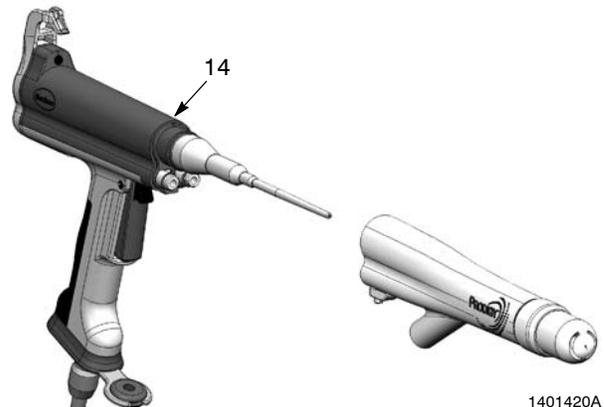

Fig. 3 Dépose de l'adaptateur
3. Voir la figure 3. Tirer l'adaptateur bien droit hors du corps du pistolet (14).
5. Voir les figures 3 et 2. Monter l'adaptateur sur le corps du pistolet. Serrer la vis de blocage.